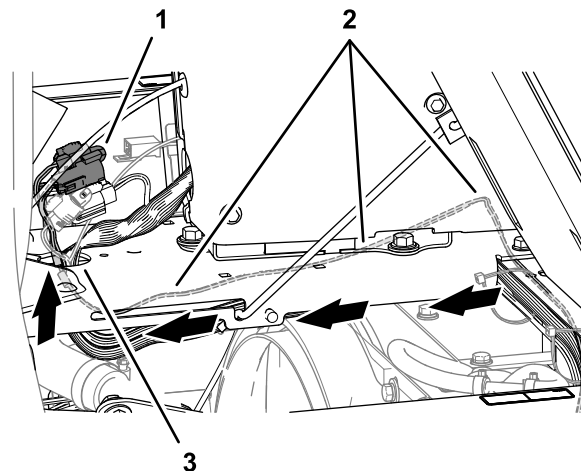

**Рисунок 171**
6. На правой стороне радиатора проложите жгут проводов шины ISO-CAN вверх, вдоль жгута проводов машины и в сторону средней консоли (**Рисунок 171**).